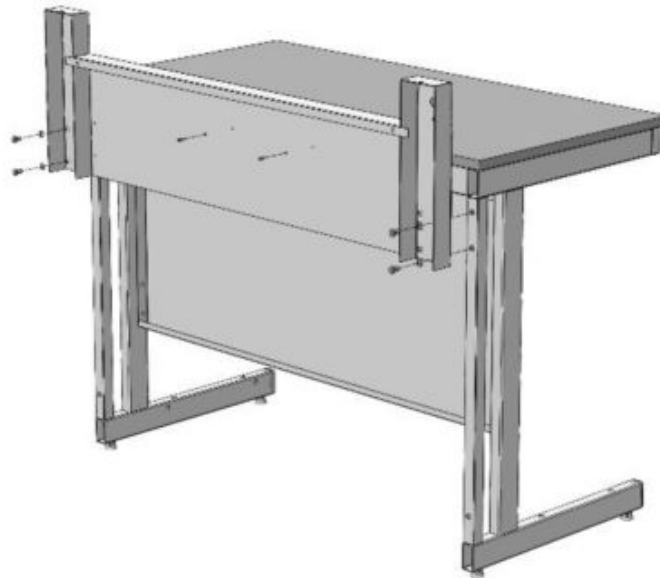

Рис. 2. Установка стоек надстройки
- 6.4. Установить на каркас стола стойки надстройки и бортик, используя болты М8x16 мм, шайбы 8 и саморезы 4,8x16 (Рис. 2).